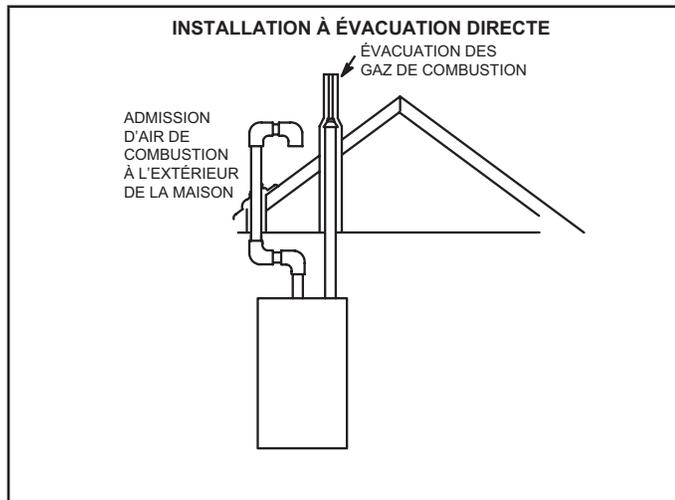

FIGURE 2
*REMARQUE - En évacuation directe, l'air de combustion est prélevé à l'extérieur et les gaz de combustion sont évacués à l'extérieur. Reportez-vous à la FIGURE 2 pour les installations avec terminaison sur le toit.*